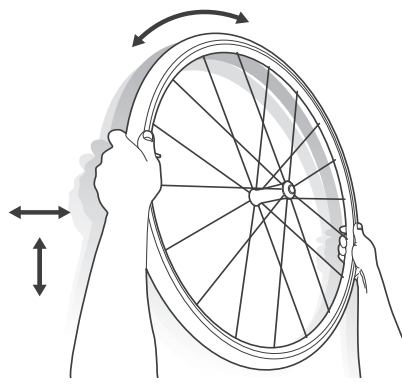

図 26. ホイールを回したり揺らしたりする。
6. タイヤを掴んで前後に揺らし、シーラントをタイヤの内側に行き渡させます (図 26)。